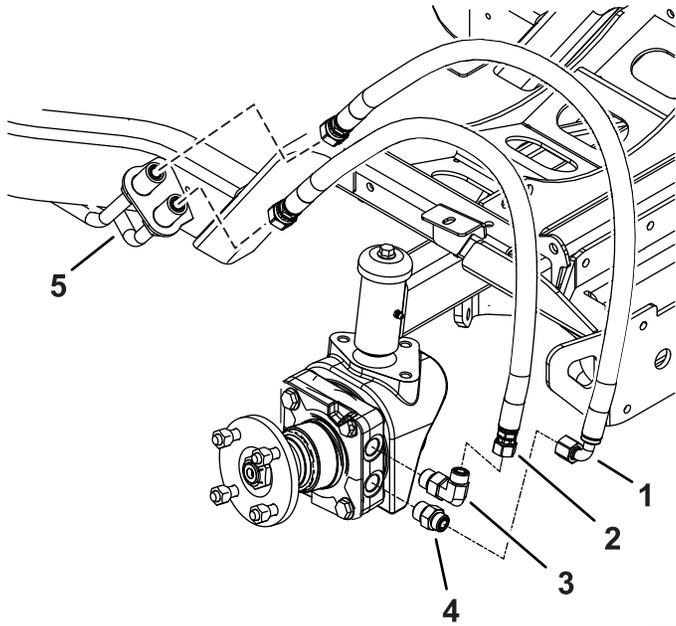

Figura 11
3. Instale el nuevo acoplamiento recto y el acoplamiento de codo de 90° en el motor de rueda (Figura 11).
6. Instale la manguera con acoplamientos rectos en el acoplamiento de codo de 90° (Figura 11).
7. Instale la manguera con el codo de 90° en el acoplamiento recto (Figura 11).
16. Retire un tapón y luego otro e instale la manguera correcta en la línea hidráulica, tal y como se muestra en la Figura 11.
17. Retire el otro tapón e instale la manguera en la línea hidráulica (Figura 11).